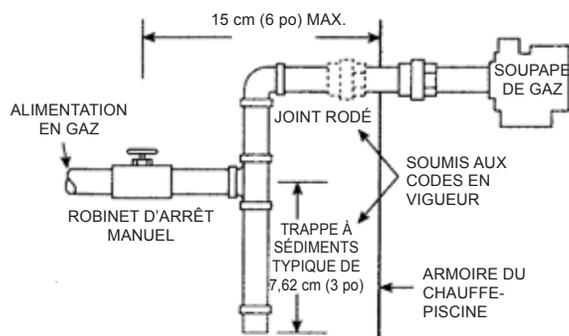

Figure 21: Trappe à sédiments
Le raccord de gaz du chauffe-piscine de série H est situé du côté gauche (ou droit au besoin) de l'appareil lors de l'installation. Insérer le tuyau de raccord de la soupape de gaz par le capuchon de plastique fendu en étoile dans le côté de l'armoire. L'installation d'un raccord à joint rodé est conseillée à l'intérieur (ou à l'extérieur s'il n'y a pas suffisamment de place) de l'armoire du chauffe-piscine pour faciliter les interventions d'entretien du plateau du brûleur. Voir la figure 21.
**REMARQUE :** Appliquer de la pâte à joint (pâte lubrifiante) en petite quantité et uniquement sur les filets mâles des joints de la conduite. Ne pas appliquer de pâte à joint sur les deux premiers filets. Se servir d'une pâte à joint résistant à l'action des gaz de pétrole liquéfiés. Ne pas trop serrer le tuyau d'entrée du gaz sous risque de l'endommager. Voir la figure 21.
Pour prévenir la pénétration de saleté et d'humidité dans la soupape de gaz, une trappe à sédiments doit être installée dans la conduite de gaz, à proximité de la soupape. Voir la figure 21.